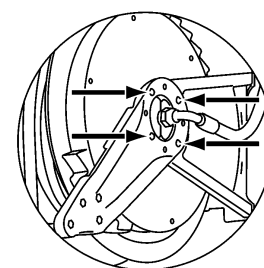

Fig. 5
3. Unscrew the fixing screws (Fig. 5).
3. Ta bort skruvarna som håller styrarmen (Fig. 5).